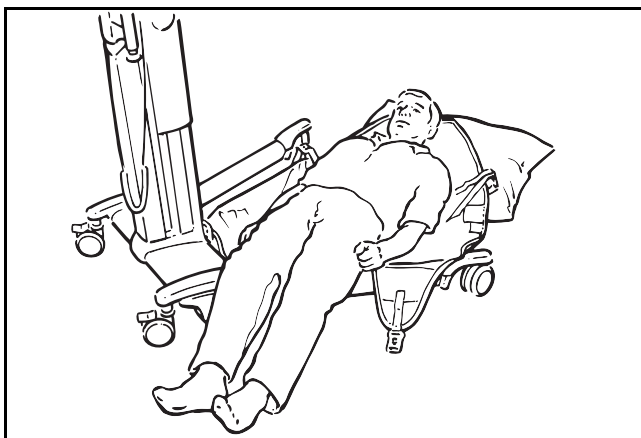

Fig. 32
Coloque el arnés alrededor del paciente, volteando o sentando al mismo. Abra las patas del chasis primero, y luego acérquese al paciente y levante las piernas sobre el chasis como se muestra en la Fig. 32.
**PRECAUCIÓN:** Mientras el paciente permanece sobre sus piernas como se ilustra en la Fig. 32, NO accione los controles de las patas del chasis ajustable.